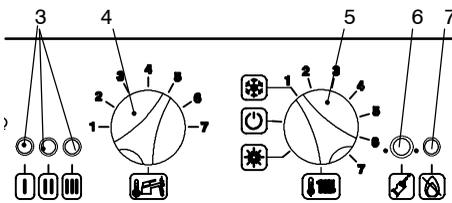
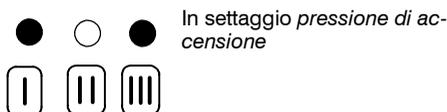
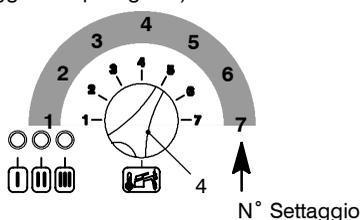

fig. 7.6
fig. 7.7
fig. 7.8
- Posizionare il selettore 5 come indicato in fig. 7.6; la lampada di segnalazione 3 lampeggia ad intermittenza circa ogni 2 secondi.
- Tenere premuto il pulsante di ripristino 6 in fig. 7.6 per circa 10 secondi, la lampada di blocco 7 in fig. 7.6 inizierà a lampeggiare.
- Per settare la *pressione di accensione del bruciatore* le spie di segnalazione 3 in fig. 7.6 devono essere visualizzate come in fig. 7.7 (leggenda spie fig. 7.4)
- Se non si visualizza questa sequenza premere il pulsante di ripristino 6 in fig. 7.6 tante volte fino alla visualizzazione (4 volte).
- Per visualizzare il settaggio impostato tenere premuto il pulsante di ripristino 6 in fig. 7.6 per circa 5 secondi. Le spie di segnalazione 3 in fig. 7.6 lampeggeranno un numero di volte pari al settaggio (fig. 7.8).
- Per cambiare il settaggio ruotare la manopola regolazione temperatura sanitari 4 in fig. 7.6 e posizionarla nella **posizione** prescelta fig. 7.8 vedi anche tab. 7.5 (nella figura es. manopola settata per **posizione 5**), la lampada di segnalazione blocco 7 in fig. 7.6 lampeggia velocemente.
- Per memorizzare il settaggio premere il pulsante di ripristino 6 in fig. 7.6 per circa 5 secondi, le spie di segnalazione 3 in fig. 7.6 lampeggiano tutte simultaneamente come in fig. 7.7 (leggenda spie fig. 7.4)